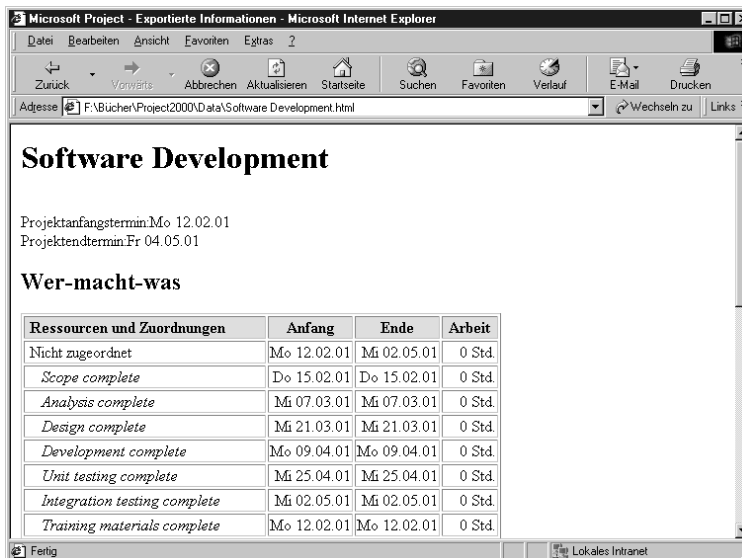

Abbildung 19.6:
2. Klicken Sie auf die Schaltfläche DURCHSUCHEN, um zu der HTML-Datei zu navigieren, die Sie ansehen möchten. Klicken Sie im Dialogfeld DURCHSUCHEN auf OK. Ihr HTML-Dokument wird dann im Browser angezeigt (siehe Abbildung 19.6)